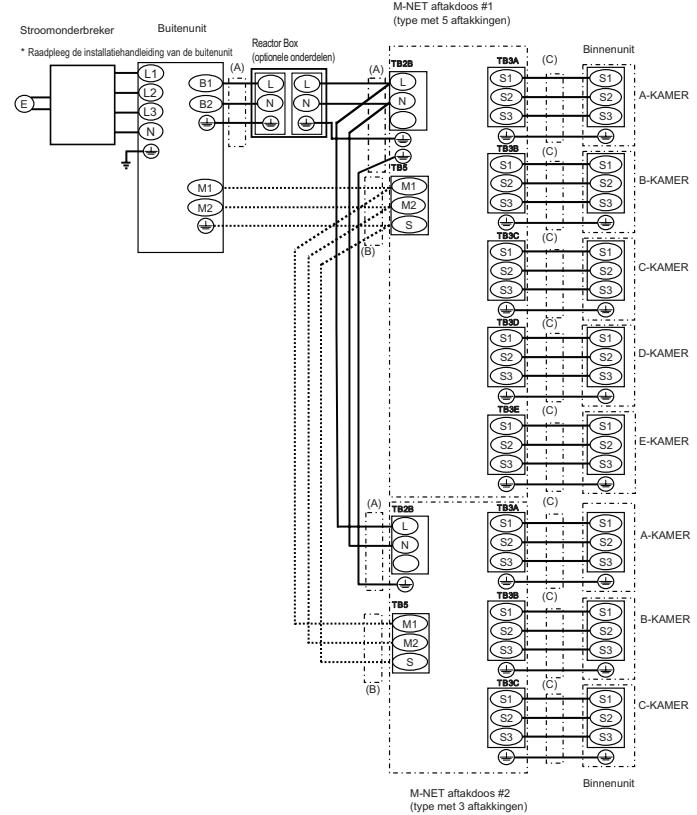
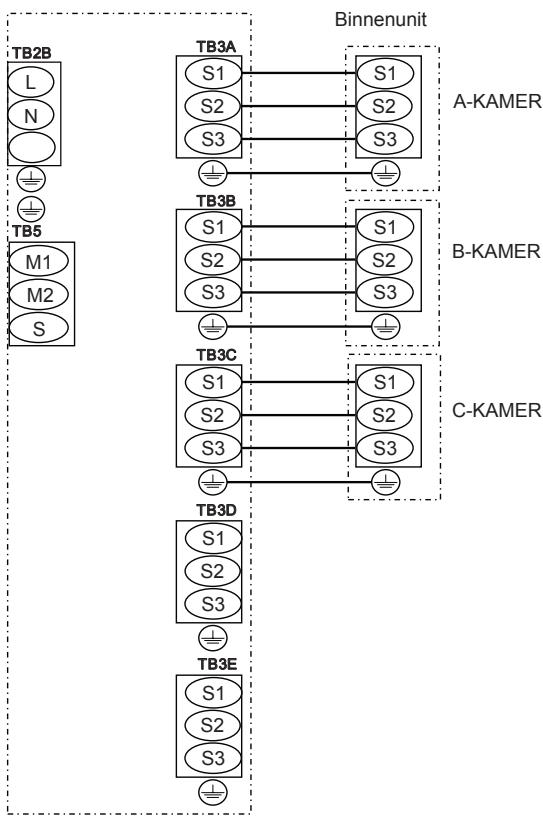

Fig. 8-8
Fig. 8-9
- 3. Voer de kabels in in de aftakdoos. (Fig. 8-8)
8.2. Externe bedradingsprocedure (Fig. 8-8, Fig 8-9)